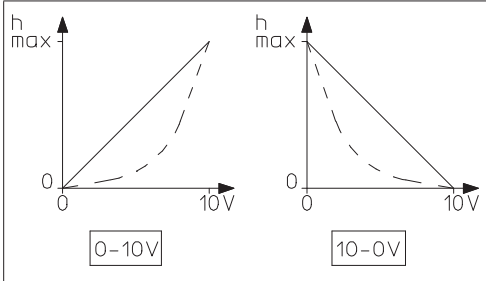

Fig. 5: Inversion courbes de fonctionnement des interrupteurs DIP 7
| (7) | ON = 10 V – 0 Vvoir Fig. 5                             | OFF = 0 V – 10 V                                                                                            |